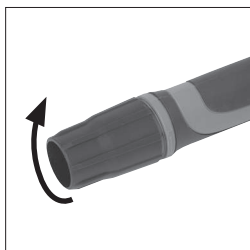

Fig. 1
- Allentare il dado a bussola. **(Fig. 1)**